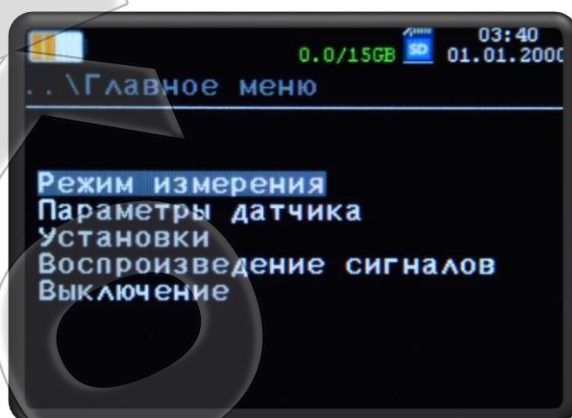

Рисунок 4. Первоначальное меню работы виброметра
2.2.1 Включить виброметр с помощью клавиши , расположенной на лицевой панели. При нормальном напряжении питания на ЖК-дисплее появляется первоначальное меню со следующими надписями (рисунок 4).